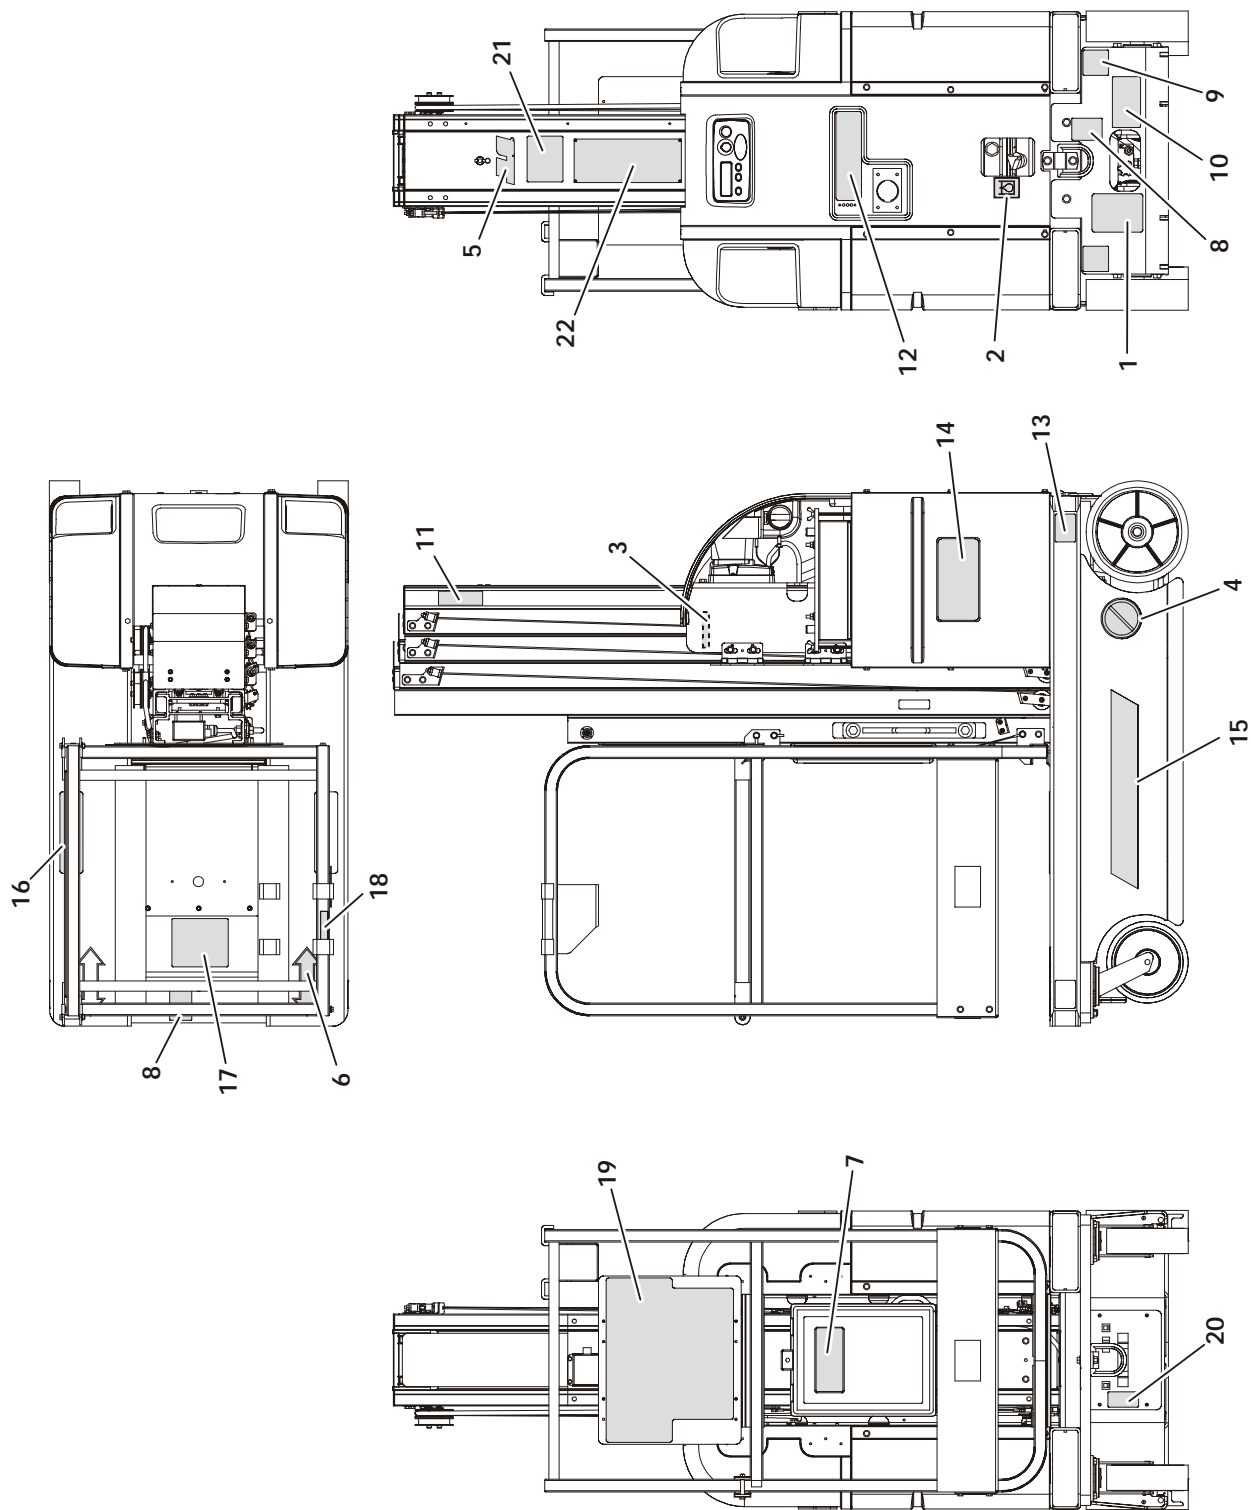

Figura 3-12. Schema di applicazione degli adesivi per Serie DVL - (vedi Tabella 3-5 per i dati tecnici)
**Tabella 3-5. Serie DVL - Schema di applicazione degli adesivi (vedi Figura 3-12.)**